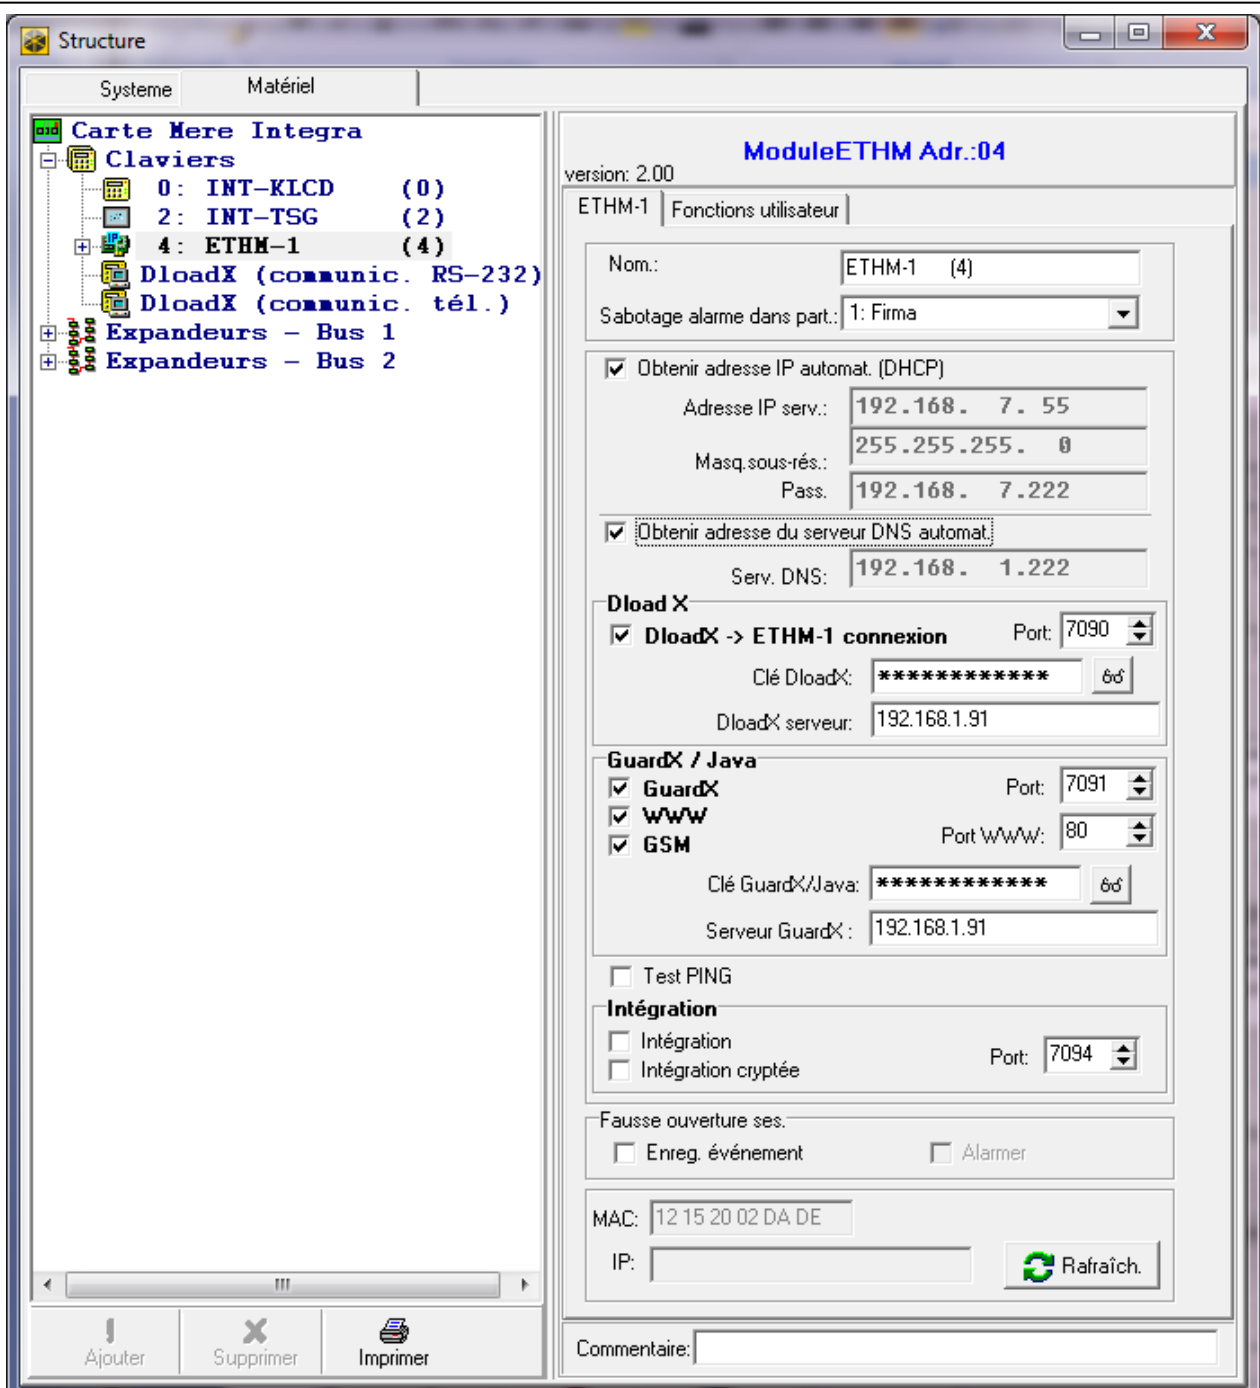

Fig. 5. Logiciel DLOADX : paramètres et options du module ETHM-1 Plus pour la centrale INTEGRA / INTEGRA Plus.
- du logiciel DLOADX : →fenêtre « Structure » →onglet « Matériel » →branche « Claviers » →[nom du module] →onglet « ETHM-1 » (fig. 5).
- dans le logiciel DLOADX : au-dessous des paramètres et options du module (fig. 5).